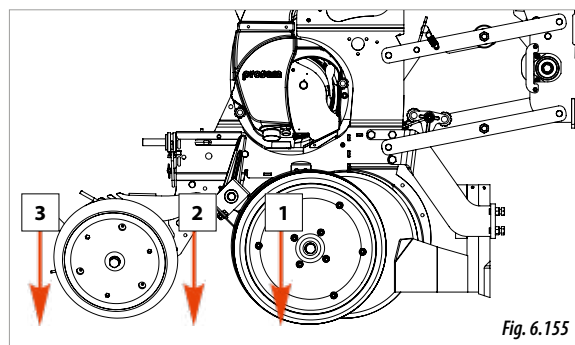

Fig. 6.155
ÎNGRĂȘĂMÂNTUL MICROGRANULAT se dozează odată cu sămânța (1, Fig. 6.155).
- SEMI-SUPERFICIAL (2, Fig. 6.155).
- SUPERFICIAL (3, Fig. 6.155).